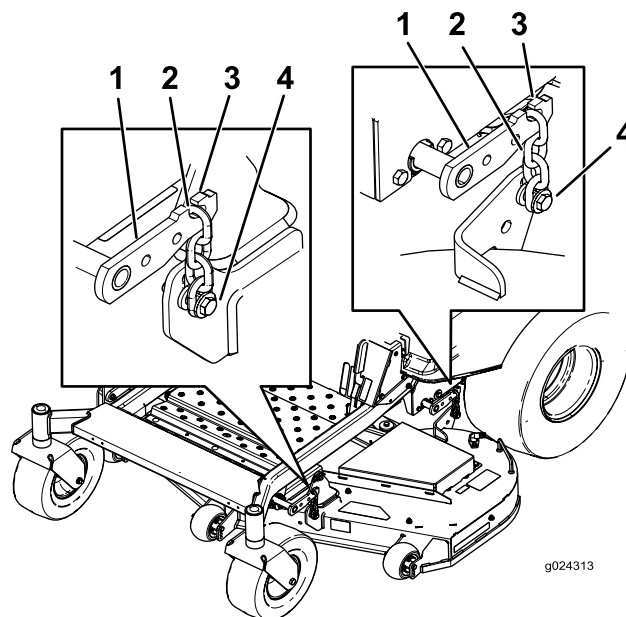

Figura 78
8. Retire las cadenas de los ganchos de los brazos de elevación de la carcasa (Figura 78).
6. Eleve la parte trasera de la carcasa del cortacésped y conecte las cadenas a los brazos de elevación traseros (Figura 78).
7. Conecte las cadenas delanteras a los brazos de elevación delanteros (Figura 78).